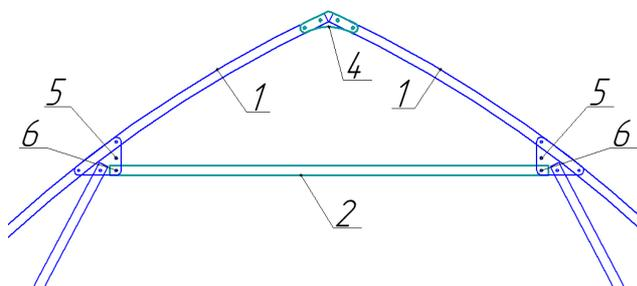

Рис. 3
1.5 На средних секциях закрепляем распорную трубу №2 (1шт. длиной 908мм) с помощью болтов М6х50 (2шт) в отверстия кронштейна №6 (рис.3).